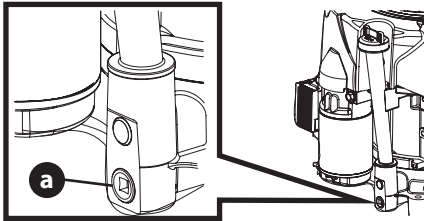

Figure 6
- Retirez le bouchon (a) et laissez l'huile couler dans un récipient approprié (Figure 6 la page 37).